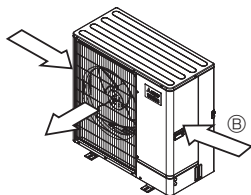

Fig. 2-4
- ③ Se possibile, posizionare l'unità in modo che la bocca di uscita soffi perpendicolarmente alla direzione del vento stagionale. (Fig. 2-4)